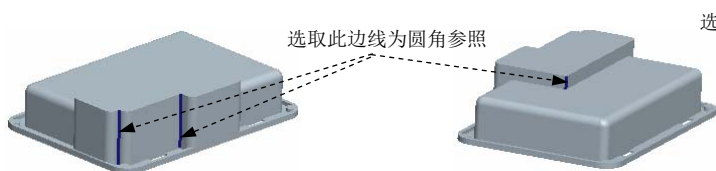

图 5.38.49 定义倒圆角 3 的参照
Step11. 创建倒圆角特征 3。单击 **模型** 功能选项卡 **工程** 区域中的 **倒圆角** 按钮，选取图 5.38.49 所示的边线为倒圆角的边线；在倒圆角半径文本框中输入值 4.0。